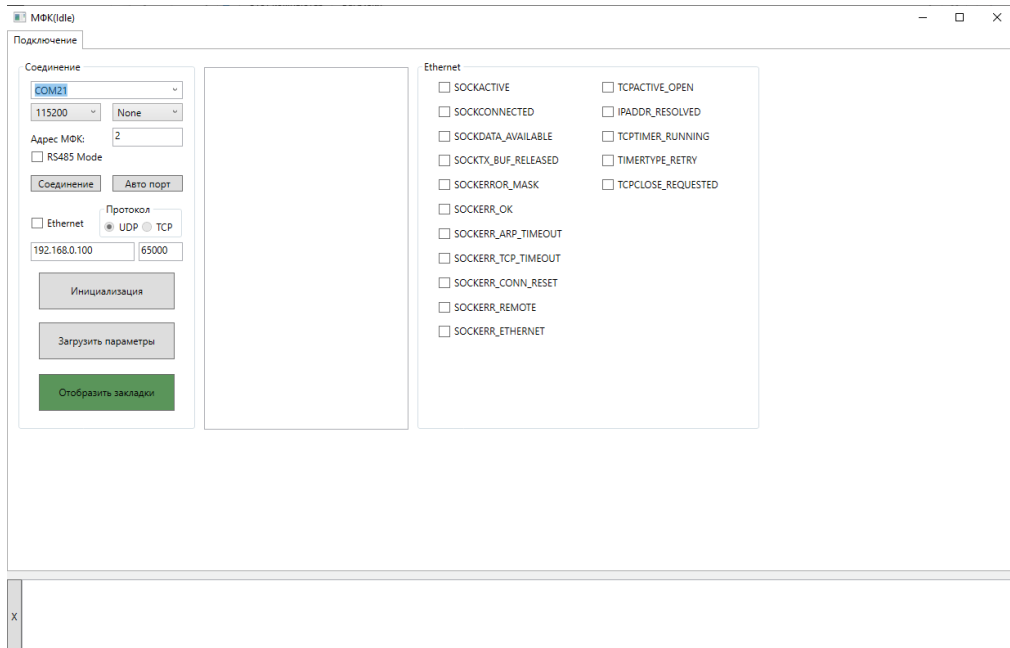

Рисунок 11
- 5) Выбираем COM порт и нажимаем «Соединение». Рисунок 11.